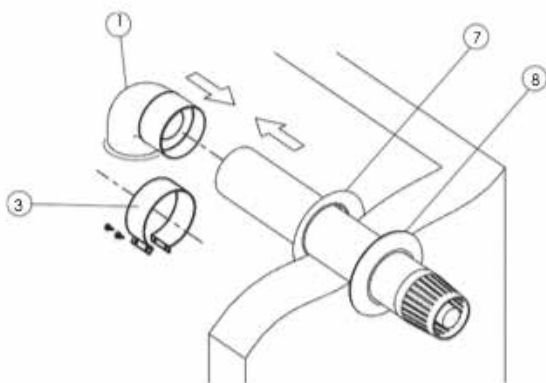

Рисунок 12 Выход дымохода в стене
- Закрепите фланец под угловым отвод (1), используя прокладку (10) и фланцевые соединительные винты (11) в соответствующих отверстиях.
- Внешняя труба (5) и внутренняя труба (6) с уплотнениями внутри дымохода (2) устанавливаются во внутренних пазах трубы на обоих концах углового отвода 90°.
- Установите декоративную накладку (8) на трубу дымохода
- Вставьте внешнюю трубу дымохода, как показано на рисунке 11. После установки дымохода в отверстие стены Установите декоративную накладку (7).
- Угловой отвод 90° должен быть вставлен в выходной разъем дымохода. Установите хомут (4) на соединительную манжету, зафиксировав винтом (рис. 12). Затем установите отвод (90°) на соединительный фланец дымохода и зафиксируйте винтами. После затяжки винтов обеспечьте герметичность соединения дымохода и стены.